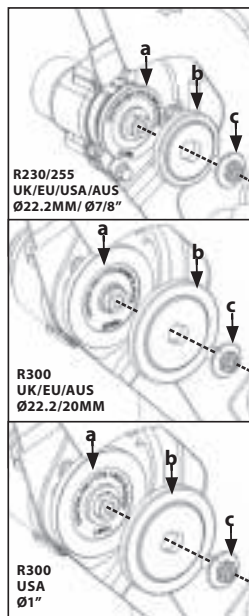

Abb. 1
- Installieren Sie den Klängenflansch (a) an der Innenseite der Klinge. (Abb. 1)
- Installieren Sie den äußeren Scheibenflansch (b) und setzen Sie die Dornschraube (c) in den Dorn der Maschine ein. (Abb. 1)